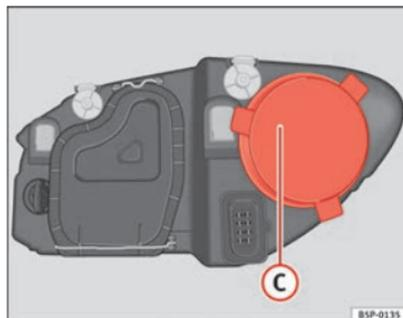

Fig. 186 Abbaglianti
- Rimuovere la copertura ⇒ fig. 186 C tirando dalla stessa.